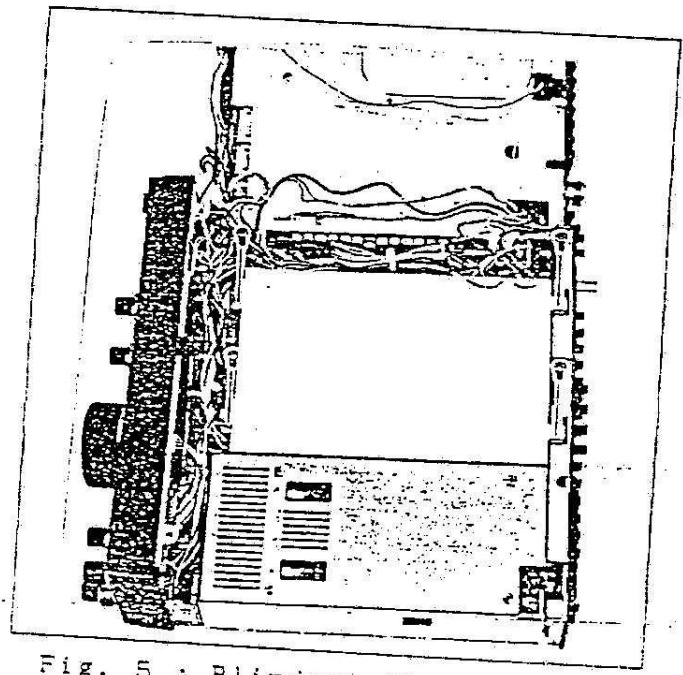

Fig. 5 : Blindage "Local Unit".
- Retirez les 4 vis fixant la couverture du blindage sur la platine oscillateur Local (Local Unit fig. 5) et ôtez le blindage.